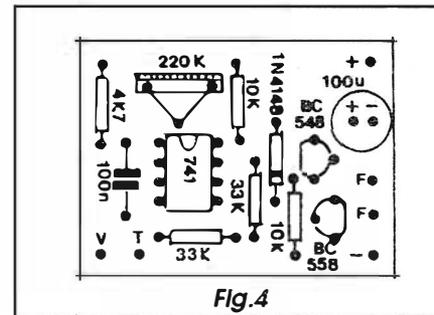
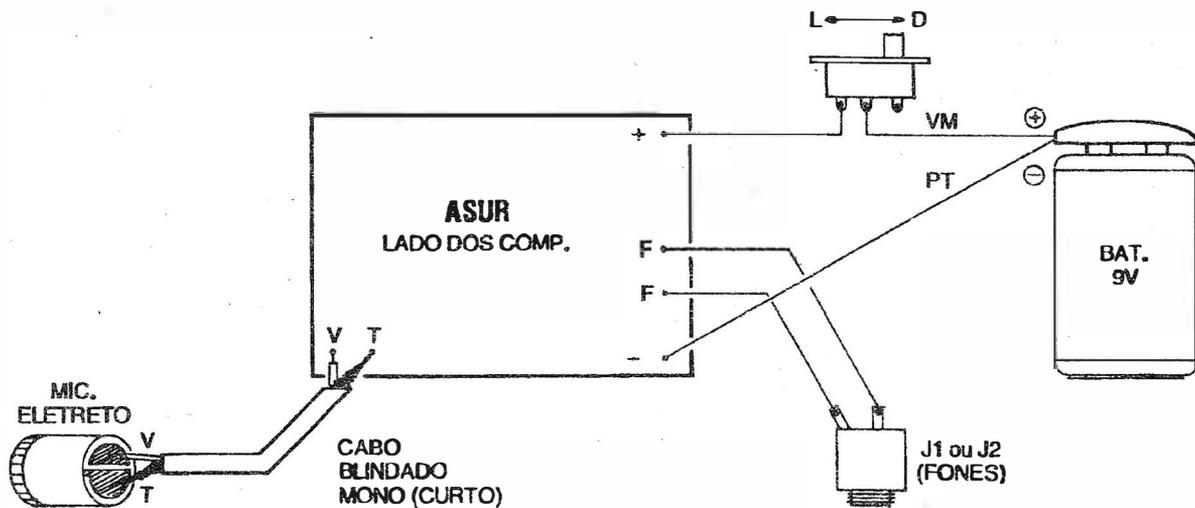

Fig.4
Fig.5
- FIG. 4 - CHAPEADO DA MONTAGEM - Lado não cobreado da plaquinha, já com todos os principais componentes inseridos e identificados (valores, polaridades, códigos, etc.). Atenção ao posicionamento das peças polarizadas, que não podem ter seus terminais colocados de forma invertida nos respectivos furos... É o caso do integrado (com a extremidade marcada voltada para o *trim-pot*), do diodo (com seu terminal de *catodo*) demarcado pela faixa ou anel em cor contrastante..., do capacitor eletrolítico (polaridade indicada no próprio *corpo* do componente) e dos dois transistores, com inserção referenciada pelos respectivos la-
- FIG. 5 - CONEXÕES EXTERNAS À PLACA - Mantendo a visão da placa pelo seu lado sem cobre (onde repousam os componentes principais, já mostrados no diagrama anterior...), a abordagem agora visa as conexões externas, todas simples, embora exigindo a costumeira dose de atenção... Observar que as ligações do *clip* da bateria são polarizadas, com o velho código de fio **vermelho** no **positivo** e fio **preto** no **negativo**... Notar ainda a intercalação do pequeno interruptor no cabo do **positivo (vermelho)**... A conexão ao microfone (rever FIG. 3) deve ser feita com um pedaço curto de cabo blindado mono, observando-se os locais de ligação para o fio **vivo (V)** e malha de **terra (T)** na placa e na traseira do componente... As ligações entre os pontos **F-F** da placa e os terminais do jaque de fone, em tese, não são polarizadas... Entretanto, dependendo do conjunto jaque/plugue utilizado (e também na dependência dos fones...), o leitor/hob-
bysta deverá adotar um dos *truques* também explicados em figura da descrição da montagem FOSF (FONE SEM FIO - INFRA-VERMELHO), na presente APE, de modo que componentes estéreo possam ser organizados para funcionamento correto em mono, sem problemas... Tanto nas conexões soldadas externas (FIG. 5), quanto nas ligações dos componentes (FIG. 4), é importante conferir tudo ao final, é só então cortar as sobras de *pernas*, terminais e fios, pela face cobreada da placa, assegurando-se que os pontos de solda estejam todos perfeitos, sem *corrimentos* ou falhas...
- **FIG. 4 - CONEXÕES EXTERNAS À PLACA** - A placa continua vista pela sua face não cobreada... As conexões externas ou periféricas são, agora, enfatizadas. Observar bem os seguintes pontos: